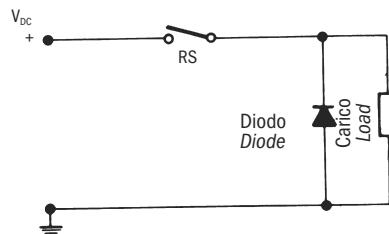
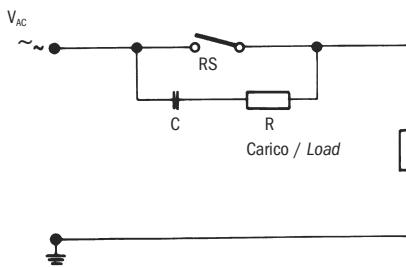

Fig. 1 Protezione con corrente continua per carichi induttivi.
Fig. 2 Protezione con corrente alternata con collegamento RC per carico induttivo.
**1) Carichi induttori** In presenza di circuiti alimentati con corrente continua, la protezione del contatto è relativamente facile. Si deve collegare in parallelo al carico un diodo semiconduttore come indicato nella fig. 1 (vedi pagina seguente). Le polarità devono essere collegate in modo che il diodo si blocchi con il normale voltaggio di esercizio e sempre in corto circuito nel caso di inversione delle polarità. Quando si commutano dei carichi induttori alimentati con corrente alternata non si può utilizzare un diodo, bisogna usare un dispositivo di soppressione dell'arco. Di solito si tratta di un collegamento RC parallelo al commutatore e quindi in serie con il carico, come da fig. 2 (vedi pagina seguente). La dimensione del soppressore di arco può essere determinata dal monogramma di fig. 3 (vedi pagina seguente).